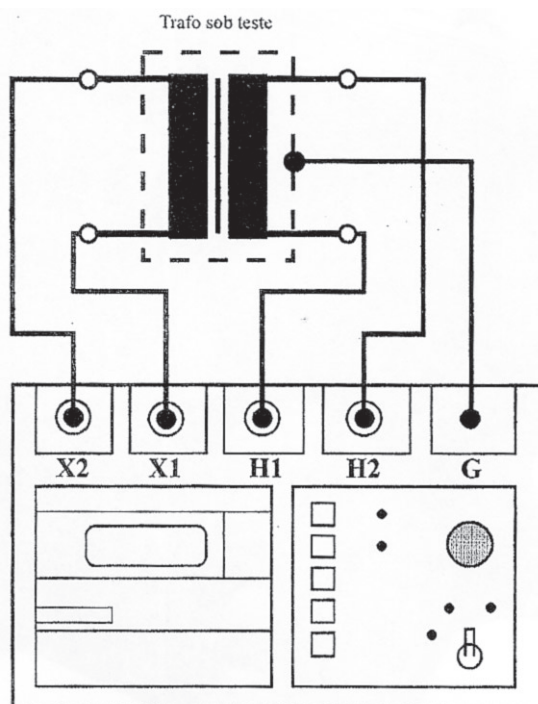

Fig. 1
4. Conectar as pontas **HV** aos terminais do transformador sob medição (fig. 1), lembrar que este lado serão os terminais de maior tensão.
5. Conectar as pontas **LV** aos terminais correspondentes do transformador sob medição (Fig. 1), (conforme Tabela I):
As ligações estão indicadas no item “OPERAÇÃO” e na fig 1 de dito item.
As ligações são as mesmas indicadas na fig 1.